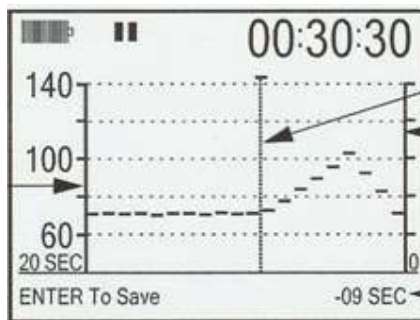

Figura 7-10: Pantalla de Almacenaje por Tiempo Mostrando la Línea de Tiempo
4. Oprima el botón izquierdo para mover el borrado de datos de la Línea de Tiempo de derecha a izquierda. Con referencia a la Figura 7-10, la Línea de Tiempo inicia en la marca CERO y puede ser movida a todo lo ancho de la pantalla, a la marca de los 20 segundos. Todas estas características ayudan a identificar los segmentos a ser borrados.